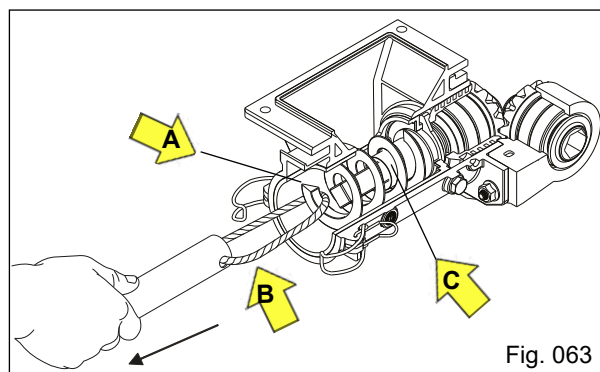

Fig. 063
b) Puxe o cordão do tubo fixador "B" e retire a rosca sem fim "A", retire também o anel trava "C" (Fig. 063).